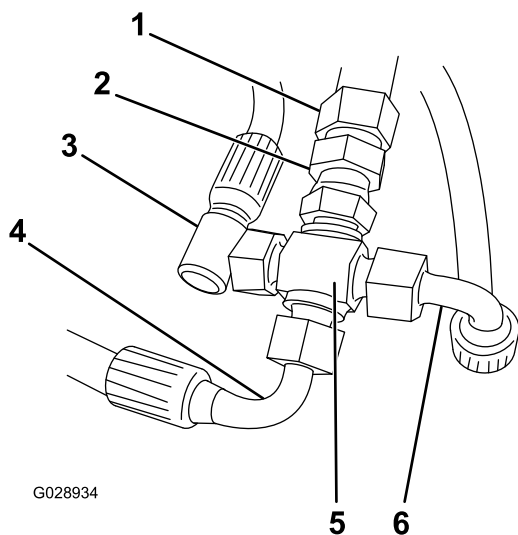

Figura 2
5. Collegate l'adattatore da 1/4 poll. a 3/8 poll. all'adattatore trasversale da 1/4 poll. (Figura 2).
6. Collegate il nuovo flessibile da 3/8 poll. all'adattatore (Figura 2).
7. Collegate i flessibili rimossi nel passaggio 3 all'adattatore trasversale, come illustrato nella Figura 2.